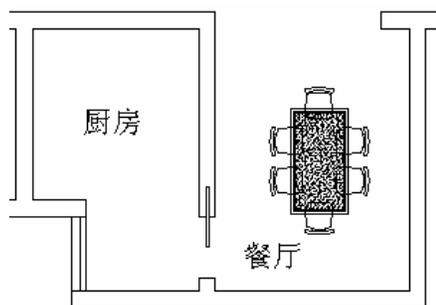

图 6-1-22
**STEP 06** 使用移动命令 MOVE 将餐桌与餐椅一起移动到餐厅内，如图 6-1-22 所示，其具体操作步骤如下：